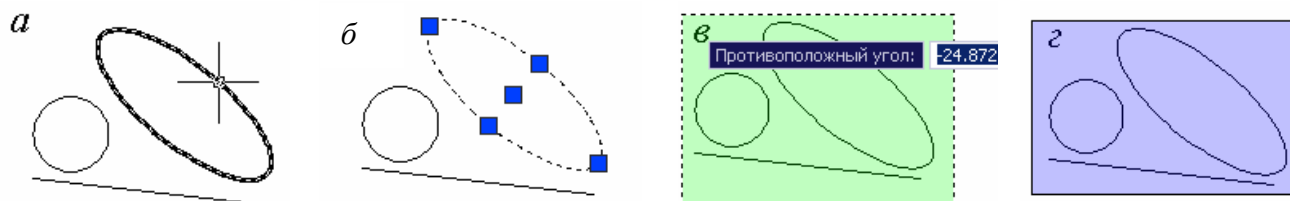

Рис. 3.1. Виділення об'єктів
1. Основний спосіб виділення об'єктів – підведення курсору до будь-якого з них (наприклад, еліпса). Система відразу виділяє його (рис. 3.1, а). Якщо клацнути по об'єкту (еліпсу) лівою клавішею миші, то він виділяється (отримує пунктирне зображення) і на ньому з'являться “ручки” – невеликі сині квадрати в характерних точках об'єкта (рис. 3.1, б). Ці ручки показують, що об'єкт вибраний для певного редагування. Таким чином можна виділити всі об'єкти креслення.
Рамка курсору може переміщуватися із правого кута в лівий або із лівого в правий. У першому випадку рамка зображається штриховою лінією і набуває зеленуватого кольору (рис. 3.1, в), її називають *січною рамкою*, а в другому випадку – зображається суцільною основною лінією і набуває фіолетового кольору, тоді її називають *простою рамкою* (рис. 3.1, г).